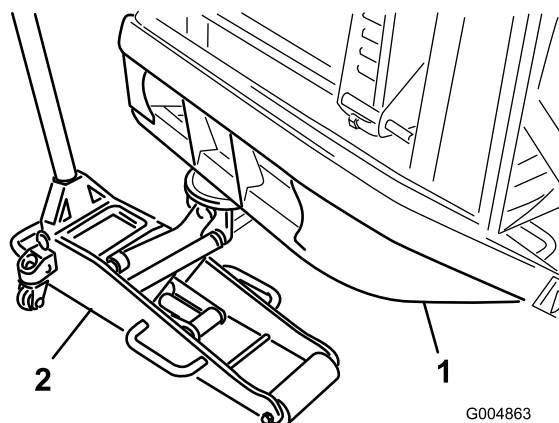

Figure 15
- Placez une chandelle sous chaque moteur de roue et un cric d'atelier sous le pare-chocs arrière (Figure 15), ou utilisez un palan.